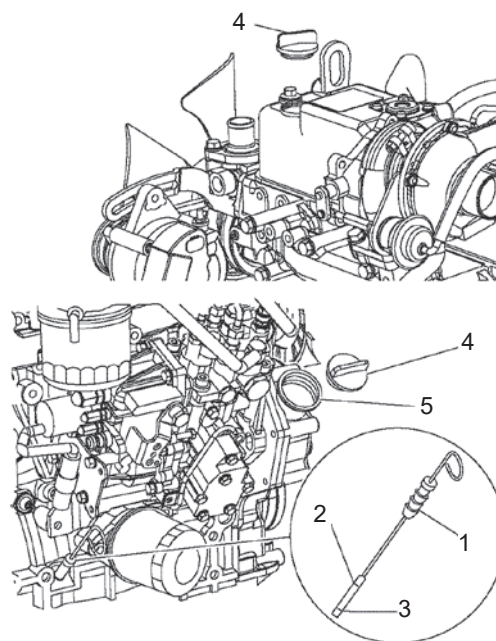

Рис.57
8. При необходимости долейте моторное масло в маслозаливное отверстие двигателя (5, Рис. 57), пока уровень не окажется между верхней (2, Рис. 57) и нижней отметками (3, Рис. 57), указанными на щупе (1, Рис. 57).
9. Установите на место крышку маслозаливной горловины (4, Рис. 57). Если пролилось моторное масло, вытрите его чистой тканью.